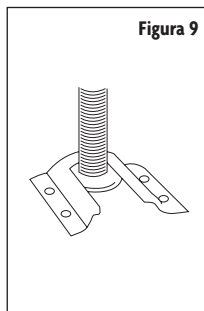

Figura 9
- Mueva la estufa cerca de la abertura. Remueva la base de embalaje, cartón o aglomerado de la parte de abajo de la estufa. Conecte el cable al suministro eléctrico según se describe en la sección «Conexión eléctrica» en la página 38. Mueva la estufa a la posición final, asegurándose que la pata de nivelación trasera se deslice sobre soporte antivuelco. (Consulte la Figura 9).